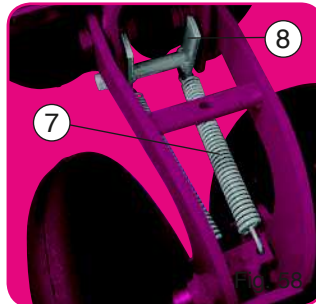

Fig. 58
- Démontez le bloc arrière, désolidariser les ressorts ⑦ et supprimer l'entretoise en H ⑧ (fig. 58).
- Desmontar el bloque trasero, soltar los muelles ⑦ y suprimir traviesa en H ⑧ (fig. 58).